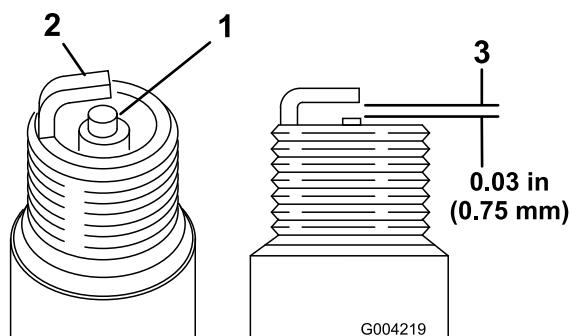

Figure 39
- Examinez le centre des bougies (Figure 39). Si le bec de l'isolateur est recouvert d'un léger dépôt gris ou brun, le moteur fonctionne correctement. S'il est recouvert d'un dépôt noir, cela signifie généralement que le filtre à air est encrassé.
2. Contrôlez l'écartement entre l'électrode centrale et l'électrode latérale (Figure 39).
3. Courbez l'électrode latérale (Figure 39) si l'écartement est incorrect.